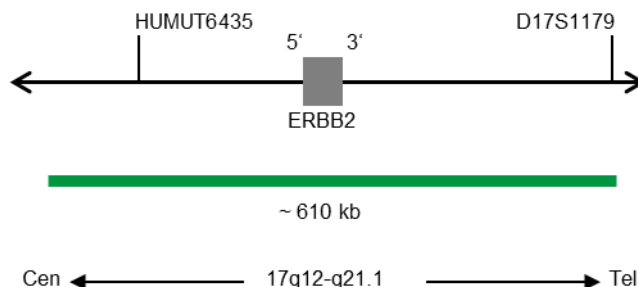

Abb. 1: SPEC ERBB2 Sondenlokalisation (nicht maßstabsgetreu)
- ZyGreen (Anregung 503 nm/Emission 528 nm) markierten Polynukleotiden (~10 ng/μl), die gegen Sequenzen in 17q12-q21.1* (chr17:37,572,531-38,181,308) gerichtet sind, welche die ERBB2-Genregion enthalten (siehe Abb. 1).
- ZyOrange (Anregung 547 nm/Emission 572 nm) markierten Polynukleotiden (~0,2 ng/μl), die gegen Sequenzen in 17p11.1-q11.1 gerichtet sind, die spezifisch für die zentromerische Alpha-Satelliten-Region D17Z1 von Chromosom 17 sind (siehe Abb. 1).